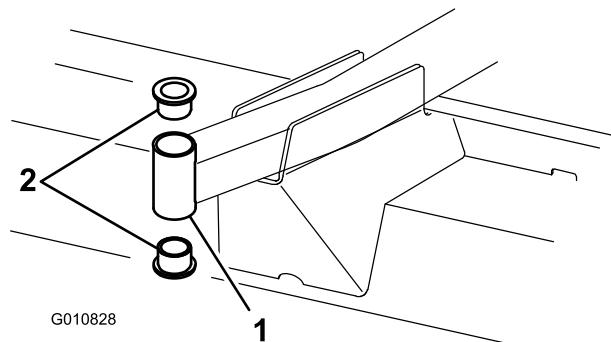

Figure 21
- Insérez un chasse-goupille dans le haut ou le bas du tube de montage et chassez la bague hors du tube (Figure 21). Chassez ensuite l'autre bague.